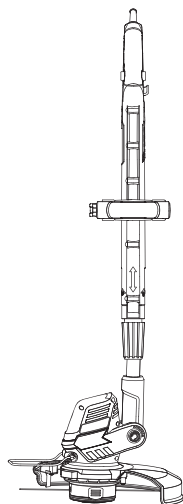

Fig.14
- > Gire el eje del mango a la posición deseada: Ajuste a 0° para cortar el césped en suelo plano (Fig.13). Ajuste a los 90° o 180° para recortar bordes cercanos a arbustos y paredes (Fig.14,15),
- > Suelte el botón de bloqueo (8) y asegúrese de que éste encaja en su lugar.